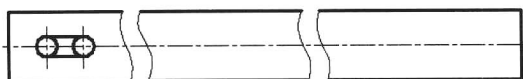

图 1.1.11 绘制两条水平直线
(6) 绘制图 1.1.11 所示的两条水平直线。
① 选择下拉菜单 **绘图(D)**  $\rightarrow$  **直线(L)** 命令，分别选取两圆的上半圆与垂直中心线的交点，按 Enter 键结束直线的绘制。
② 按 Enter 键以重复绘制直线命令，分别选取两圆的下半圆与垂直中心线的交点，按 Enter 键结束命令。
(7) 修剪图形。选择下拉菜单 **修改(M)**  $\rightarrow$  **修剪(T)** 命令，对图 1.1.11 所示的图形进行